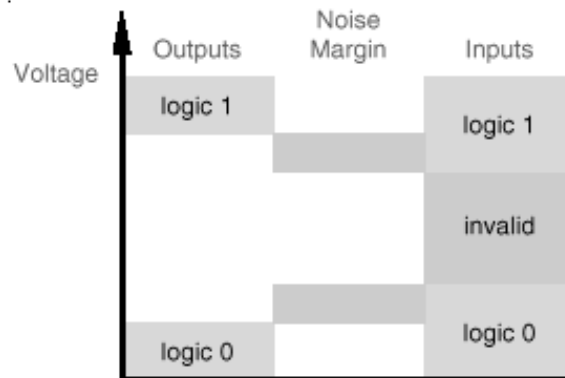

Figura 1 - Gama de tensões geradas (saída) e aceites (entradas) e margem de ruído [3].
Os circuitos integrados TTL são projetados para serem compatíveis entre si, no sentido em que a gama de tensões geradas por uma saída TTL de um CI seja interpretada como sendo o mesmo nível lógico (alto ou baixo) pela entrada de outro CI TTL, sendo a margem de segurança denominada por margem de ruído (ver Figura 1).
- a) Desenhe a Figura 1, indicando nas posições corretas na figura os valores mínimos e máximos de V_{IH} , V_{IL} , V_{OH} e V_{OL} .